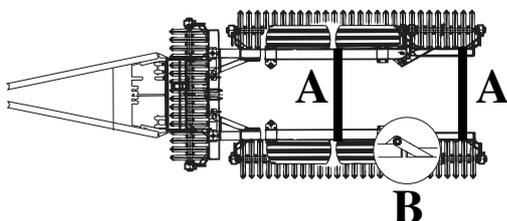

Рисунок 1.16
- 2 Закрепите готовые к транспортировке боковые секции натяжными ремнями (А) или аналогичными средствами; смотрите “Рисунок 1.16”. Машины с расширенной внешней секцией надо закреплять с обеих сторон оси поворота (В).